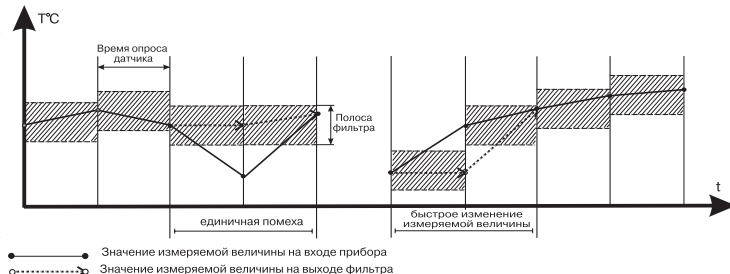

Рисунок 7
3.1.3.2. Параметр **b0-2**, называемый полосой цифрового фильтра, позволяет защитить измерительный тракт от единичных помех. Полоса фильтра задается в единицах измеряемой величины. Если полученное значение отличается от предыдущего на величину, большую, чем установлено в этом параметре, то прибором производятся повторные измерения, до тех пор, пока полученное значение не попадет в заданную полосу (рисунок 7). В течение всего этого времени на цифровом индикаторе остается старое значение измеренной величины.